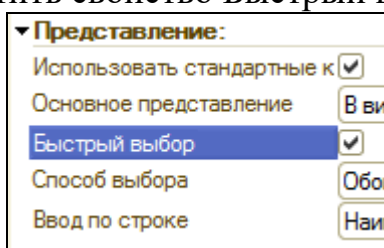

Рис. 41. Фрагмент Свойства справочника. Быстрый выбор
5. Также для справочника Склады укажем, что справочник будет использовать свойство **Быстрый выбор**. Это значит, что теперь Склад будет выбираться не из отдельной формы, открывающейся в отдельном окне, а из маленького списка, который выпадает прямо из поля ввода (открыть Свойства справочника Склады – отметить свойство Быстрый выбор) (рис. 41).